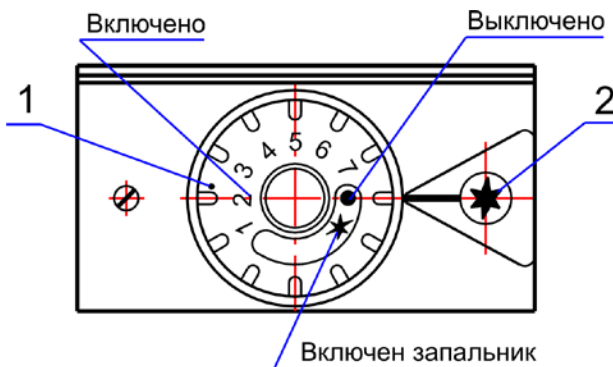
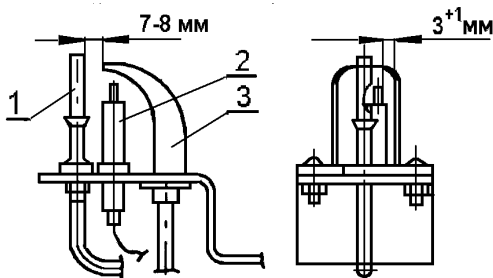

Рис.2 Блок автоматики
Рис.3 Устройство запальное
4.4. Установка требуемой температуры воды производится ручкой управления 1 (Рис.2) от 30°C до 90°C , а ее контроль выполняется по
4.6. Устройство запальное Рис.3 предназначено для крепления запальника, термопары, свечи зажигания и розжига основной горелки.
- вращать ручку управления 1 (Рис.2) без надобности;
- настраивать ручку управления 1 (Рис.2) на температуру воды выше 90°C;
- поворачивать ручку управления 1 (Рис.2) для перевода с имеющейся температуры на более низкую при неостывшей (до 60 °С) воде в баке аппарата;
- стучать по горелке, автоматике, поворачивать ручку крана газового, ручку управления 1 (Рис.2) с помощью ключей, плоскогубцев и других инструментов;
6.12. Проверьте работу пьезорозжига. При нажатии на кнопку пьезорозжига 2 (Рис.2) должна проскакивать искра между электродом свечи 2 (Рис.3) и запальником 3 (Рис.3).
6.15. Установите ручку управления 1 (Рис.2) блока автоматики в положение «Выключено» ●.
6.22. При длительном отборе горячей воды рекомендуем: для повышения температуры и объема горячей воды предварительно установить ручку управления 1 (Рис.2) на температуру $80^{\circ}\text{C} \div 85^{\circ}\text{C}$ и закрыть вентиль 10 (Рис.6) на магистрали обратной воды 7 в системе отопления. После окончания забора горячей воды открыть вентиль 10 на магистрали обратной воды 7 для восстановления циркуляции воды в системе отопления и установить ручку управления 1 (Рис.2) на требуемую температуру.
6.24. При работе аппарата в летнее время только на горячее водоснабжение с постоянным длительным забором (ванна, душ), с расходом 3,34 л/минуту для получения стабильной ее температуры (не ниже 45°C) необходимо устанавливать ручку управления 1 (Рис.2) на температуру $80^{\circ}\text{C} \div 85^{\circ}\text{C}$ и при ее достижении включить забор воды. Не более чем через 10 минут после включения забора воды аппарат выходит на стабильный режим работы и выдает воду с температурой не ниже 45°C .